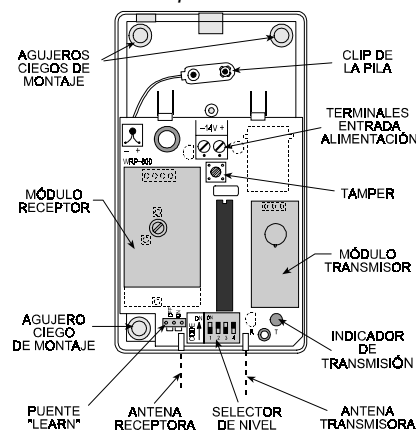

Figura 5. WRP-600, tapa quitada
- B. Instale la base (equipada con el circuito impreso) en la situación seleccionada, usando los agujeros ciegos de montaje (vea Figura 5).
B. Coloque el puente del repetidor (puente "LEARN" en la Figura 5) entre los pines de ON. Cualquier código previamente programado se borrará, y el código PowerCode del repetidor se quedará temporalmente "desactivado".
B. Coloque el puente del repetidor (puente "LEARN" en la Figura 5) entre los pines de ON. Cualquier código previamente